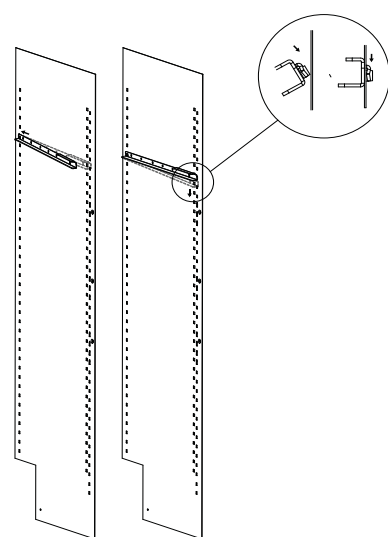
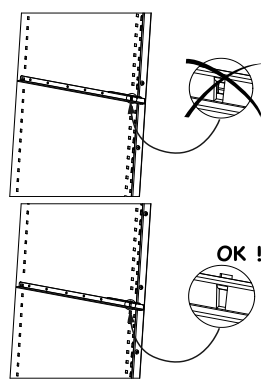

Abbildung 1
Abbildung 2
1. Schieben Sie 2 Führungsschienen in die hierfür vorgesehenen Führungsrillen. Platzieren Sie für jedes Regal eine Schiene rechts und eine Schiene links (siehe Abbildung 1). Achten Sie darauf, die Schienen an der richtigen Stelle einzuschieben (siehe Abbildung 2).